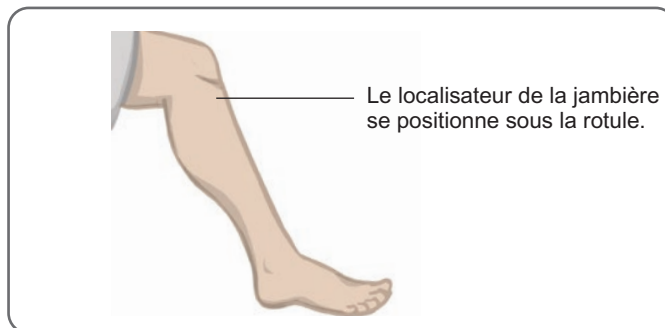

Figure 6-11 : Angle du genou recommandé pour le positionnement de la jambièrè
1. Asseyez-vous, puis tendez légèrement la jambe, comme illustré sur la figure 6-11. Le contour de votre rotule doit être nettement visible. (Si nécessaire, placez le pied sur un repose-pied.)